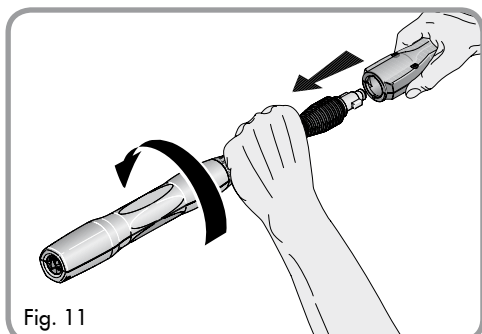

Fig. 11
1. Remove spray lance (Fig. 11).
1. Extraer el lanzador (Fig. 11).